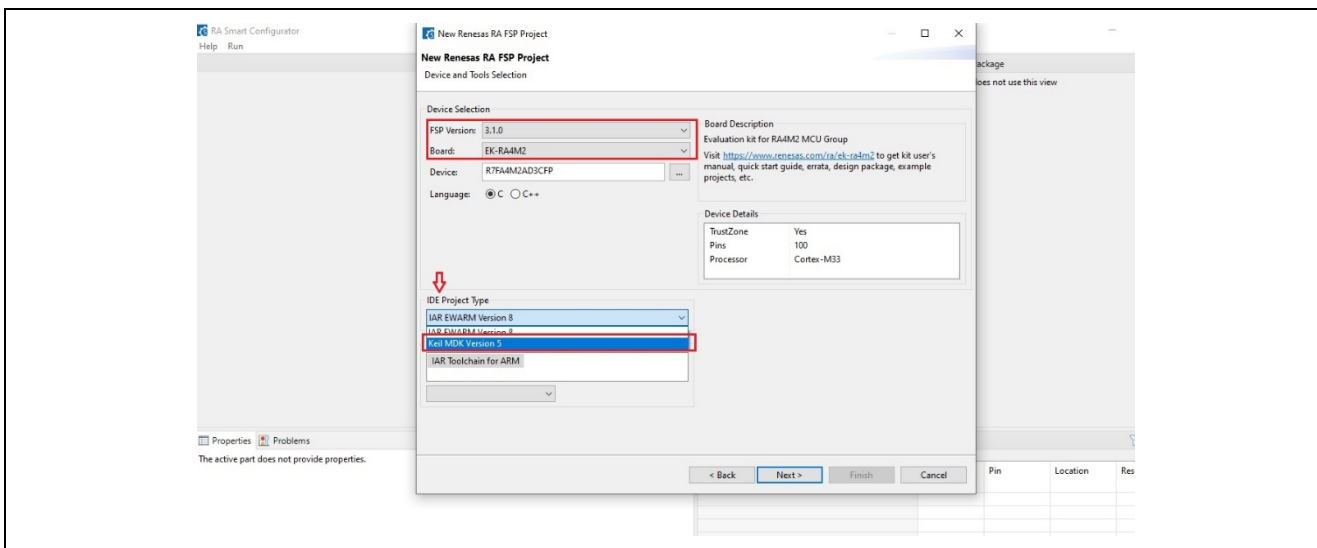

図 33 プロジェクトの種類を選択
3. 次のステップは、必要な [FSP Version] と [Board] を選択します。図 33 に示すように、このステップでは、特定の IDE プロジェクトの種類を選択できます。[Keil MDK Version 5] を選択します。